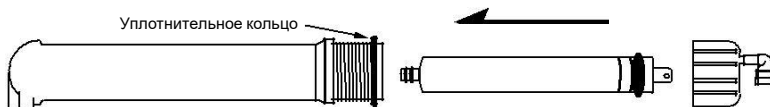

Рис. 14
1. Закройте кран подачи воды (B).
3. Откройте кран чистой воды (A).
4. Отстыкуйте трубку (H) от крышки колбы мембраны (маркировка MEMBRANE на колбе).
7. Установите новую мембрану в корпус, соблюдая направление установки: торец мембраны с резиновыми прокладками направлен в глубину колбы (**рис. 14**).